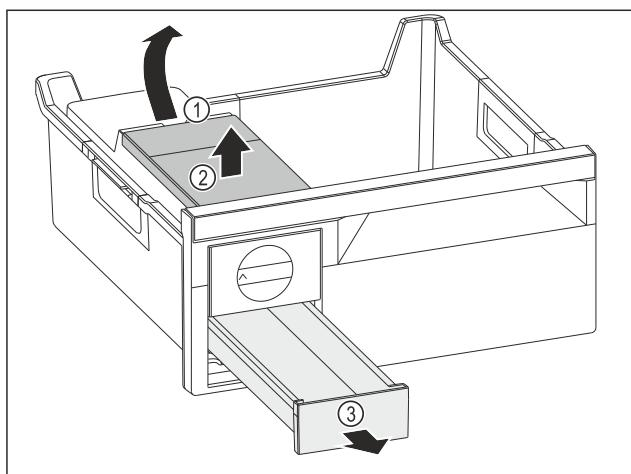

Fig. 116
- Извлеките бак для воды: Поднимите бак для воды за выемку Fig. 116 (1).
- Извлеките бак для воды Fig. 116 (2) движением вверх.
- Извлеките выдвижной ящик для кубиков льда Fig. 116 (3) движением вперед.